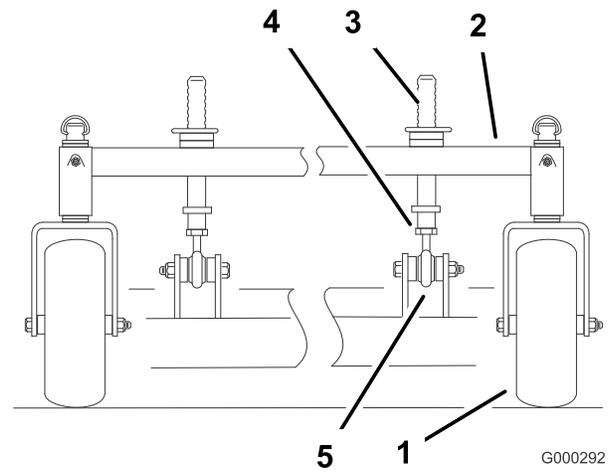

Figura 75
2. Para elevar la parte delantera de la carcasa, afloje la contratuercas y haga girar el pilar delantero en el sentido de las agujas del reloj (Figura 75).
3. Para bajar la parte delantera de la carcasa, afloje la contratuercas y haga girar el pilar delantero en el sentido contrario de las agujas del reloj (Figura 75).
6. Apriete las contratuercas (Figura 75).
1. Para cambiar la inclinación longitudinal, pueden ajustarse los pilares delanteros de ajuste de altura de corte (Figura 75).